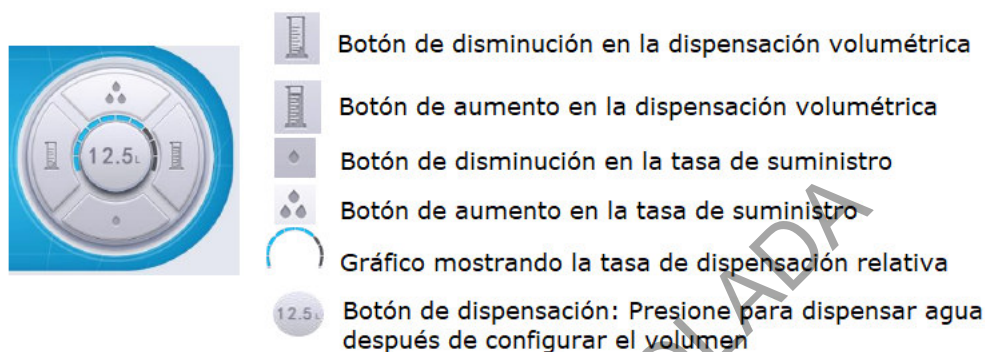

Figura 6. Sistema de configuración para la dispensación de agua e íconos que lo conforman.
Nota 4: Entre los íconos de la página principal se encuentra la configuración para la dispensación de agua, en la figura 6 se encuentra el significado de cada uno. El sistema dispensador de agua cuenta con una pantalla táctil donde también se encuentra el sistema de configuración para la dispensación de agua. Ambas pantallas pueden ser utilizadas para establecer los parámetros requeridos.
- 7.1.5** Utilice los diferentes íconos del sistema de configuración para la dispensación de agua (Figura 6), puede establecer el volumen de agua que necesita (entre 0.1 y 99.9 litros) y la tasa de suministro de agua.